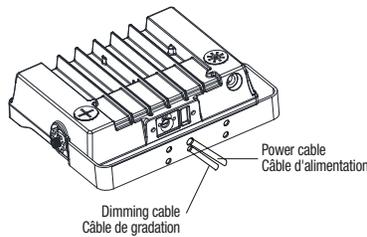

Fig. 4.2
3. Pass the power and dimming cables of luminaire through the central hole of the yoke bracket (Fig. 4.2).
3. Passer les câbles d'alimentation et de gradation du luminaire par le trou central du support de l'étrier (Fig. 4.2).